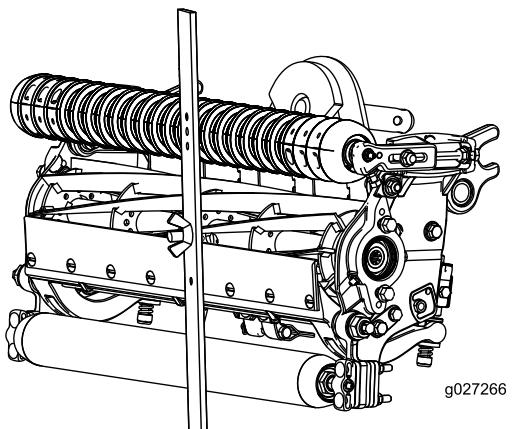

Bild 17
3. Haken Sie den Schraubenkopf an die Schnittkante des Untermessers ein, und stützen Sie das hintere Ende der Leiste auf der Heckrolle ab (**Bild 17**).
4. Drehen Sie die Einstellschraube, bis die Frontrolle die Messlehre berührt (**Bild 17**). Stellen Sie beide Enden der Rolle ein, bis die ganze Rolle parallel zum Untermesser ist.